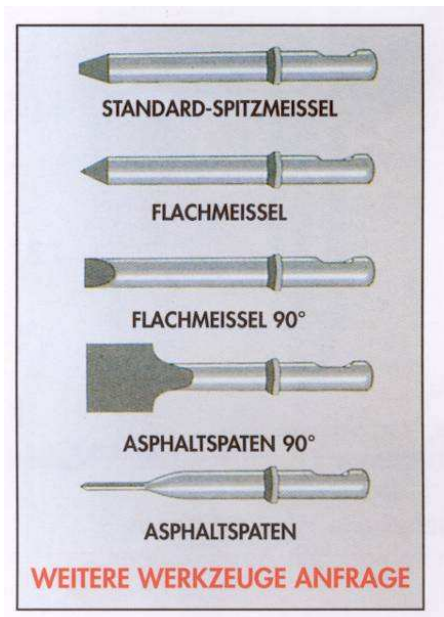

Abb. 5
9. Werkzeuge aus gehärtetem Stahl in zahlreichen Ausführungen (Bild 5).
Auf Bild 5 sind die Werkzeuge abgebildet, die das Herstellerwerk für den Hammer baut.